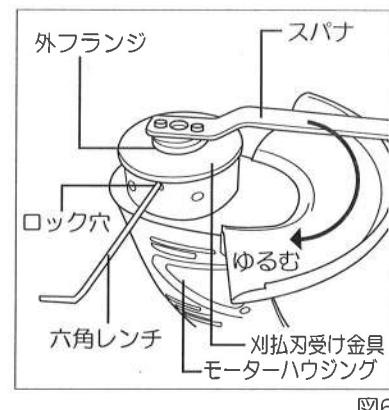

図6
- 付属品の六角レンチを、モーターハウジング側面の回転ロック穴に差込みます。(図6参照)
- 付属品のスパナ凸部を、外法兰ジの穴に合わせてゆっくり回すと、回転軸がロックされます。(図6参照)
- 回転軸がロックしましたらスパナを右回し(時計回り)にして、外法兰ジを外してください。(図6参照)